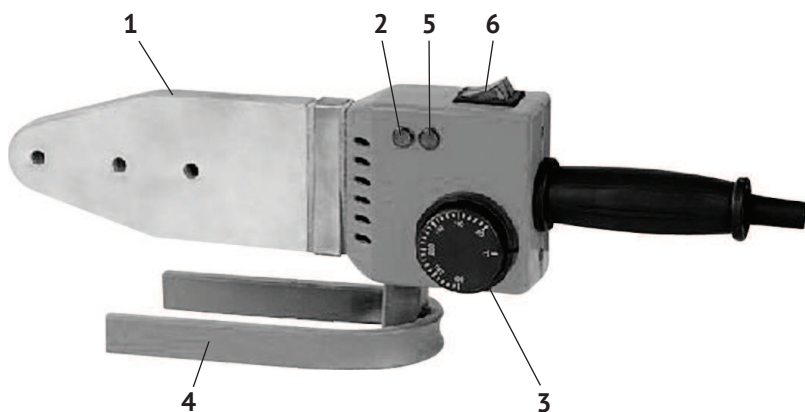

рис. 1
4.1 Общий вид сварочного аппарата представлен на рис. 1
(рис.1 поз.1) и установленных насадок потребуется некоторое время. Выключатель (рис.1 поз.6) имеет 2 режима нагрева: I - 1000 Вт, II - 2000 Вт. Индикаторная лампочка (рис.1 поз.5) указывает на готовность сварочного аппарата к работе. Индикаторная лампочка (рис.1 поз.5) горит красным цветом, при нагреве. Будьте крайне осторожны. При достижении заданной температуры лампочка гаснет.